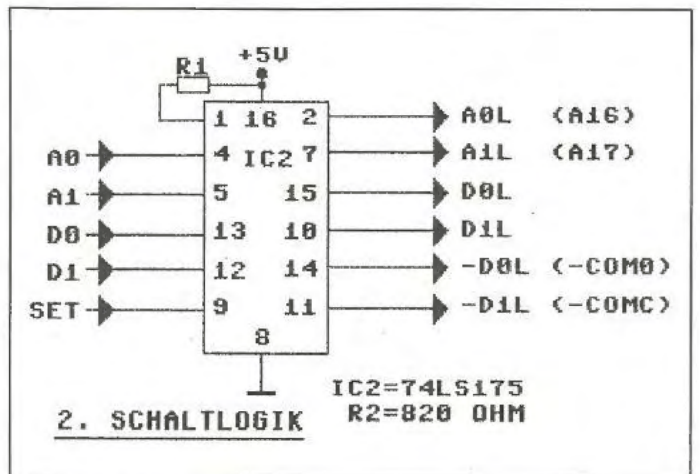

Bild 2. RAM-Schaltlogik
- Im Bild 6 Seite 39 (Schaltlogik) sind diverse Pins von IC 2 falsch eingezeichnet. Bild 2 gibt die richtige Pin-Belegung wieder.